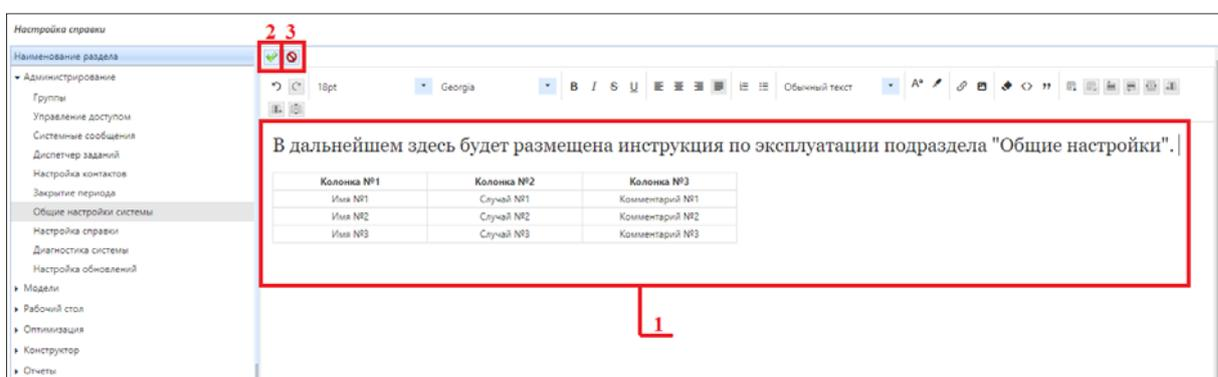

Рисунок 4.1.35 – Процедура создания новой справочной информации в выбранном модуле/подразделе
2. наведите курсор мыши на рабочую область. Введите текстовую информацию, используя при необходимости кнопки на панели инструментов. В блоке (1) на рис. 4.1.35 представлен пример текстовой справочной информации, который будет отображаться в подразделе «Общие настройки системы» при использовании «Справка» (об этом далее при просмотре справочной информации);
3. нажмите на кнопку (2) «Сохранить» (рис. 4.1.35) для сохранения введенной текстовой справки. Для отмены внесенных записей в рабочей области нажмите на кнопку (3) «Отменить» (рис. 4.1.35).
Для редактирования справочной информации, относящейся к модулю, в рабочей области скорректируйте текст, затем нажмите на кнопку (2) «Сохранить» (рис. 4.1.35) для сохранения введенной текстовой справки. Для отмены внесенных изменений в тексте справки нажмите на кнопку (3) «Отменить» (рис. 4.1.35).
Для удаления справочной информации, относящейся к модулю, в рабочей области сотрите все содержимое, затем нажмите на кнопку (2) «Сохранить» (рис. 4.1.35) для сохранения действия. Для отмены внесенных изменений в тексте справки нажмите на кнопку (3) «Отменить» (рис. 4.1.35).